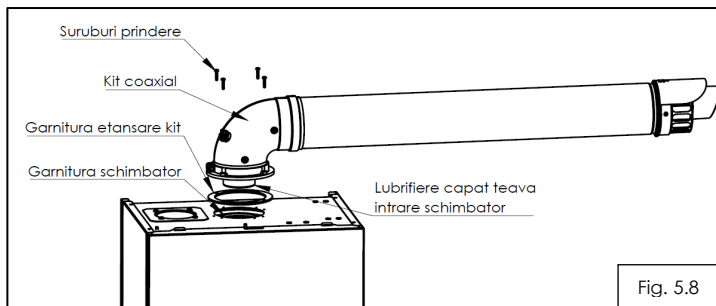

Fig. 5.8
Pentru instalarea facila a kitului este necesar lubrifierea capatului cotului (4) la partea de intrare in centrala, utilizati numai apa sau sapun comercial comercial standard. Lubrifierea este necesara pentru a nu deplasa garnitura de evacuare de pe schimbatorul principal de caldura (fig. 5.8). Nu utilizati niciodata lubrifiant pe baza uleiuri minerale, pot deteriora garniturile de etansare. La instalarea kitului asigurati-va ca muchiile tevii de intrare in centrala sunt tesite.